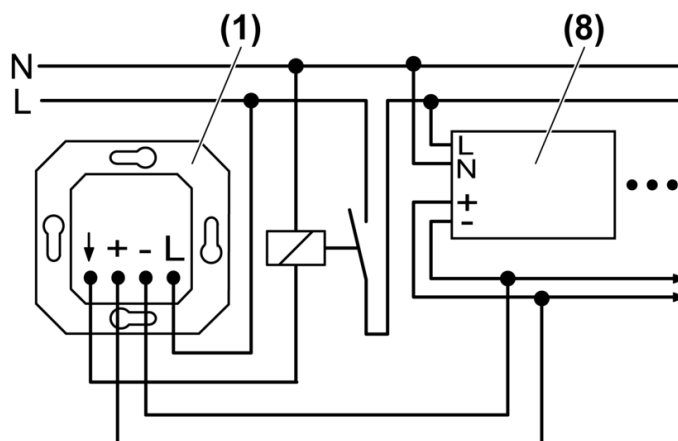
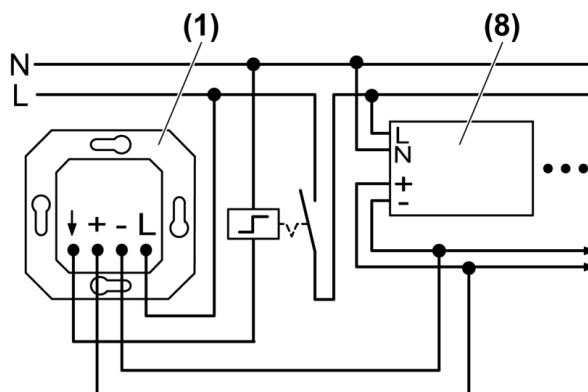

Рис. 3: Схема подключения потенциометра с функцией выключателя и защитой
Рис. 4: Схема подключения потенциометра с функцией кнопочного выключателя
- Подключение электронного потенциометра с функцией кнопочного выключателя производится в соответствии со схемой (Рис. 3) или (Рис.4)